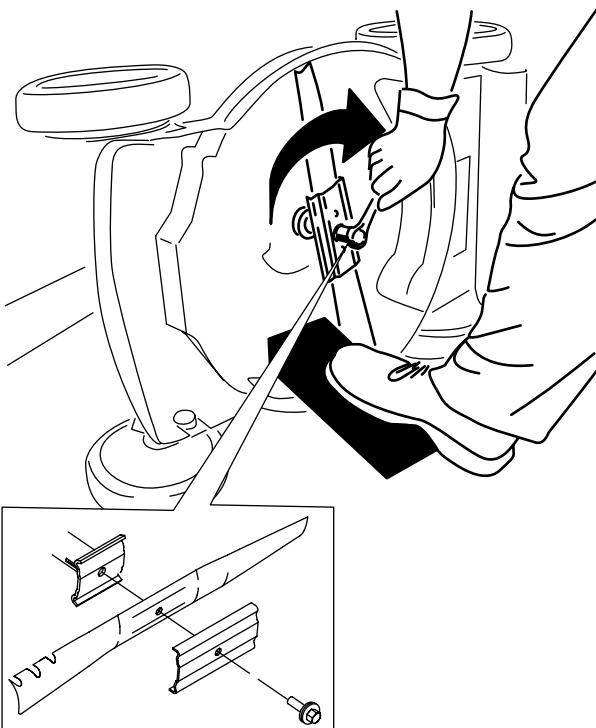

図 30
5. 新しいブレードを取り付ける。外したボルト類を使用する図 30。